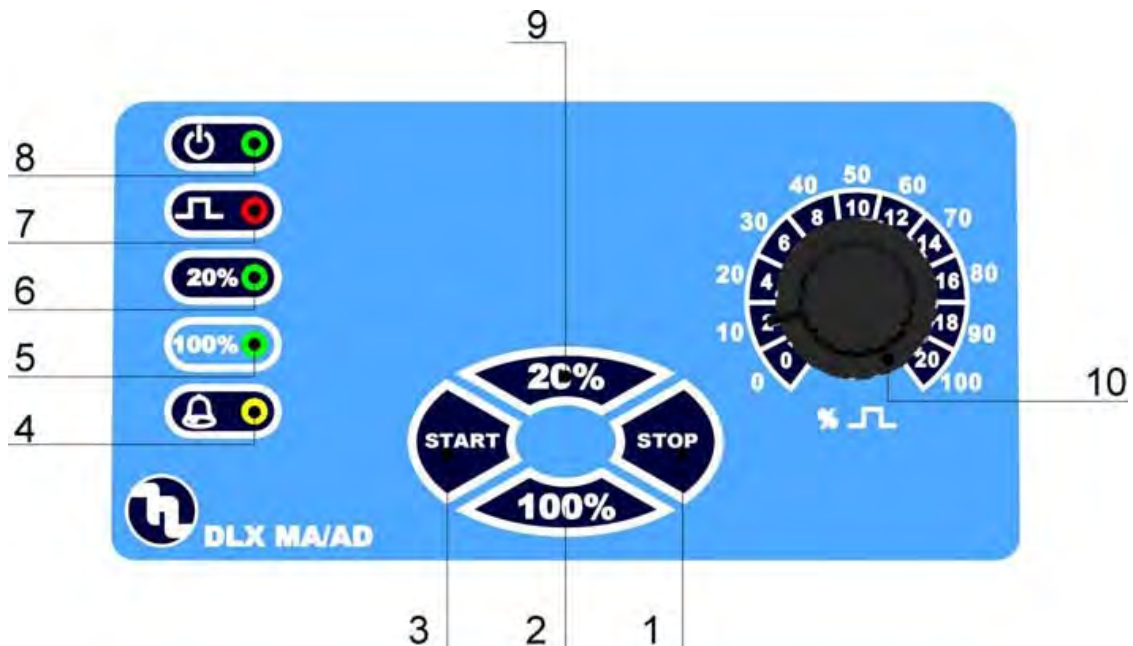

Bild 11
2. Entfernen sie jegliches Wasser aus dem Pumpenkopf, wenn dies nicht möglich ist, demontieren sie dafür den Pumpenkopf mit den 4 Befestigungsschrauben Bild11.
6.1 - TASTENFUNKTIONEN (bild 11)